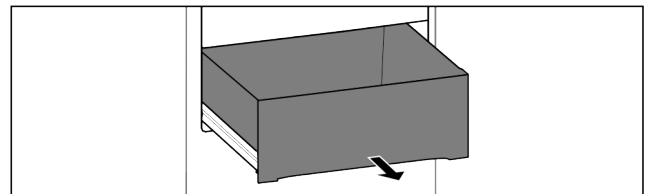

Fig. 56
- ☐ Schublade ist vollständig herausgezogen (siehe Fig. 56).